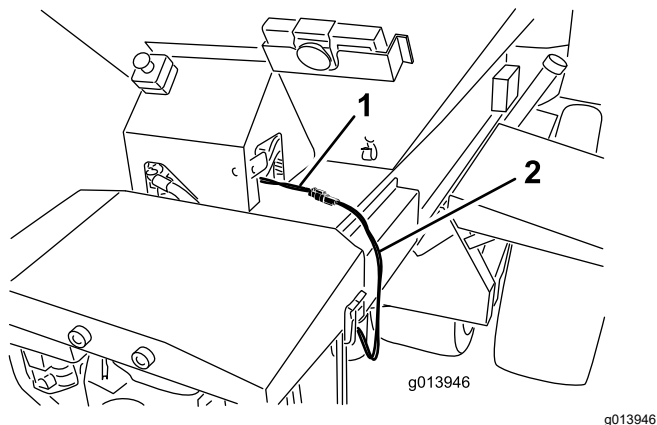
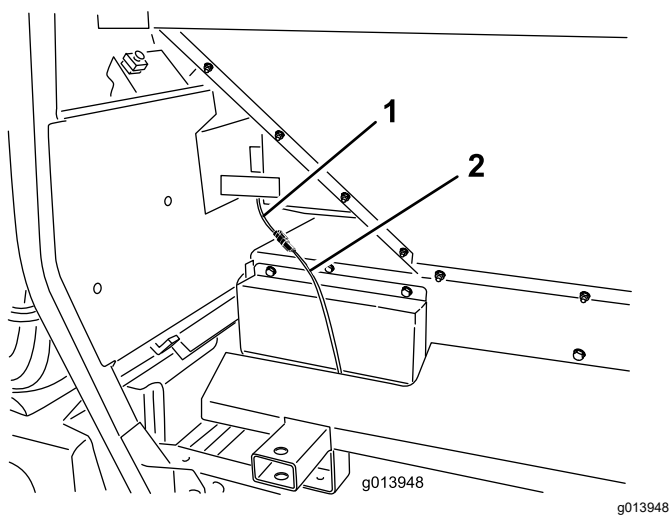

Figure 18
Figure 19
3. Branchez le faisceau de câblage intermédiaire au connecteur de faisceau de la machine (Figure 18 ou Figure 19).